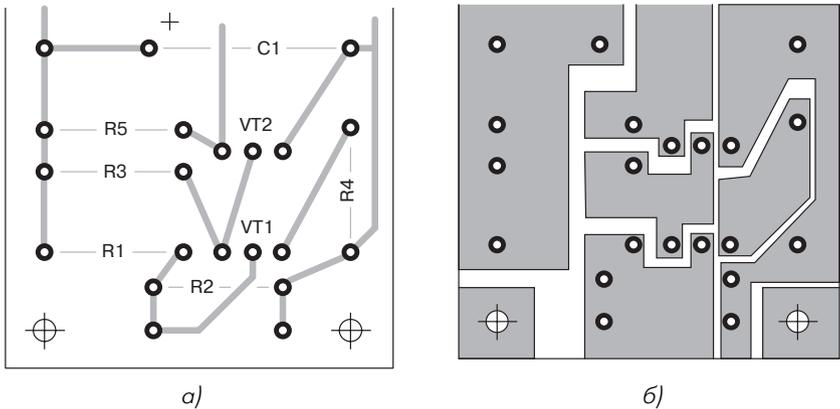

Рис. 3.6. Рисунок печатной платы
- рисуются проводники от отверстия к отверстию (рис. 3.6а) в соответствии с топологией;
- счищаются или протравливаются только узкие промежутки между токопроводящими дорожками (рис. 3.6б).
Второй метод изготовления печатного монтажа используют, если на плате необходимо оставить почти всю фольгу, убрав лишь узкие промежутки между контактными площадками (см. рис. 3.6б). В этом случае традиционная технология становится слишком трудоемкой – ведь надо покрыть лаком всю поверхность платы и после высыхания счистить лишние участки лака при помощи скальпеля и линейки, оставшаяся закрашенными только токопроводящие поверхности.